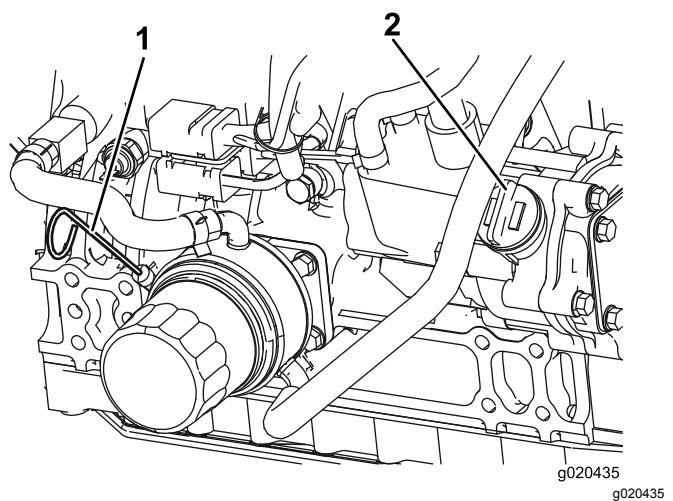

図 65
3. ディップスティックを抜き取り、付いているオイルをウェスで拭き、もう一度一杯に差し込んで抜きとる。FULL マークとADDマークの間にあればよい図 65。
4. オイルの量が少ない場合は、補給キャップ図 65を取り、Full と ADD の間の位置までオイルを補給する。入れすぎないこと。